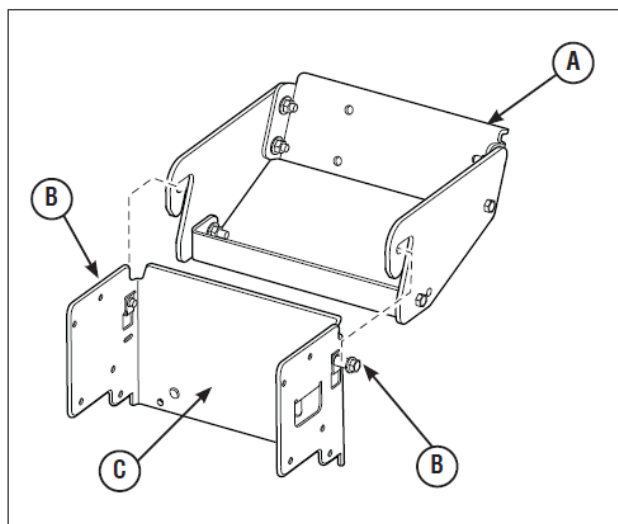

図7
4. 図に示されているようにヒッチ（図7のA）を、芝刈機後部のリアフレーム支え（C）の左右の段付きボルト（B）上に引っ掛けます。